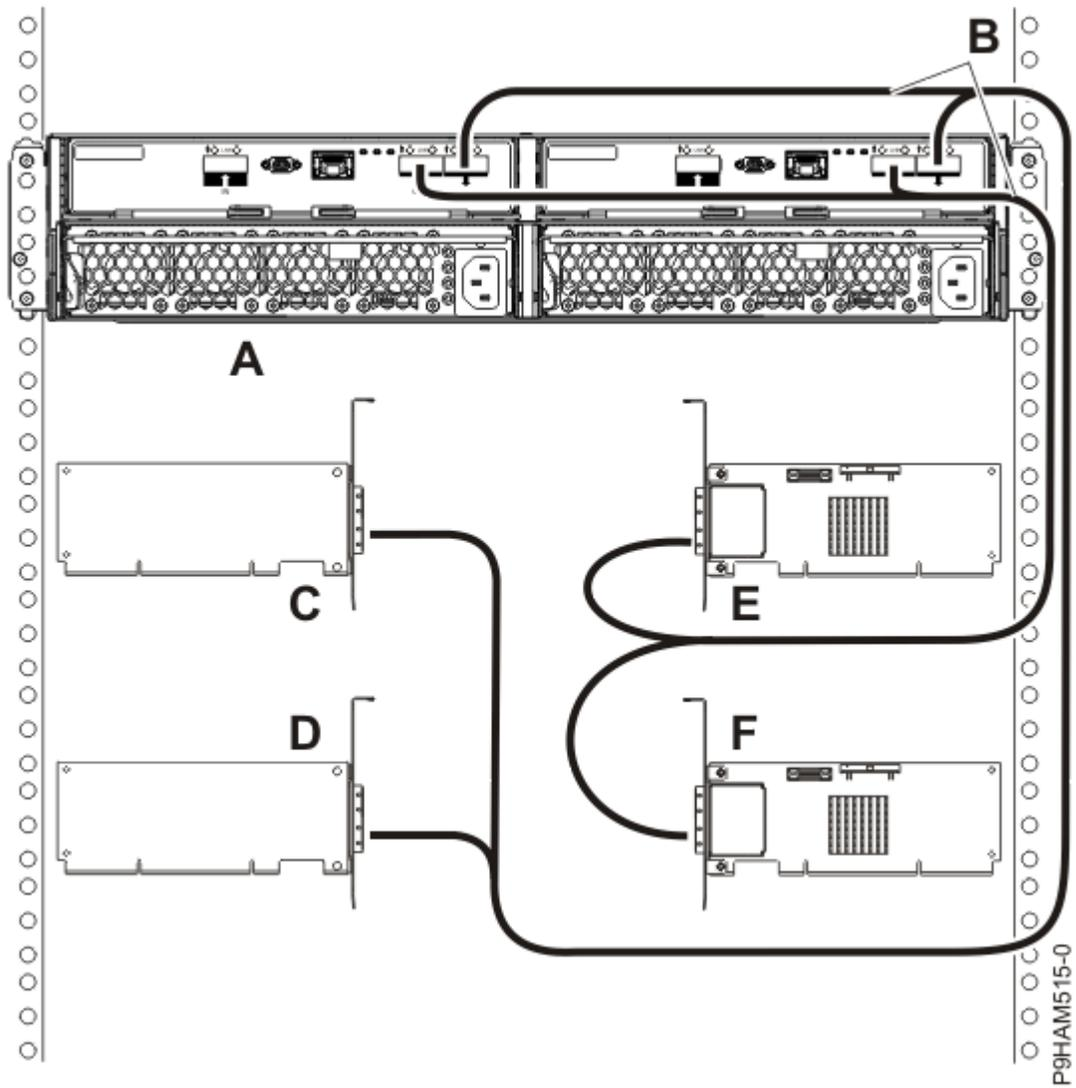

図 29. 4つの独立 SAS アダプターへの Xケーブルを使用した、1 台の 5887 ディスク・ドライブ・エンクロージャー のモード 4 接続
20. 34 ページの図 29 に示すように、4 つの独立した SAS アダプター (C、D、E、および F) への X ケーブル (B) を使用して 1 台のエンクロージャー (A) のモード 4 接続を行ってから、35 ページの『ケーブルと電源コードの接続およびカバーの取り付け』に進みます。